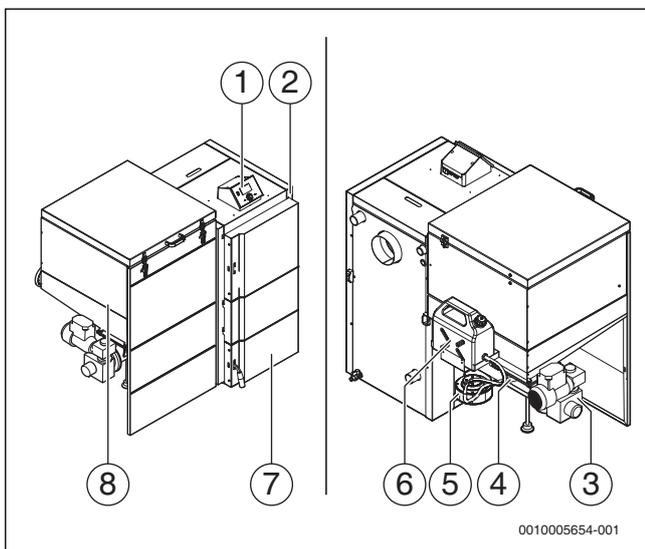

Рис. 58 Обзор котла
- ▶ Снимите крышку системы тушения с соплом (→ рис. 58, [6], стр. 35).